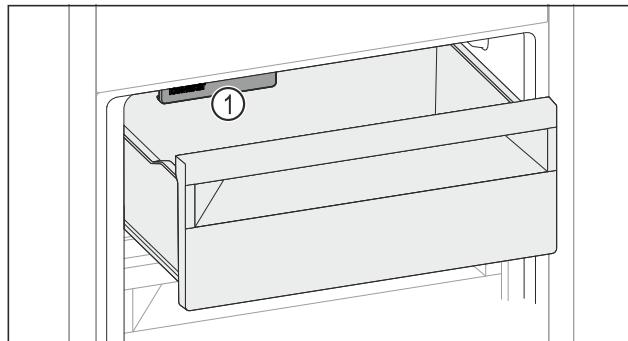

Fig. 165
- IceMaker Fig. 165 (1) berücksichtigen.